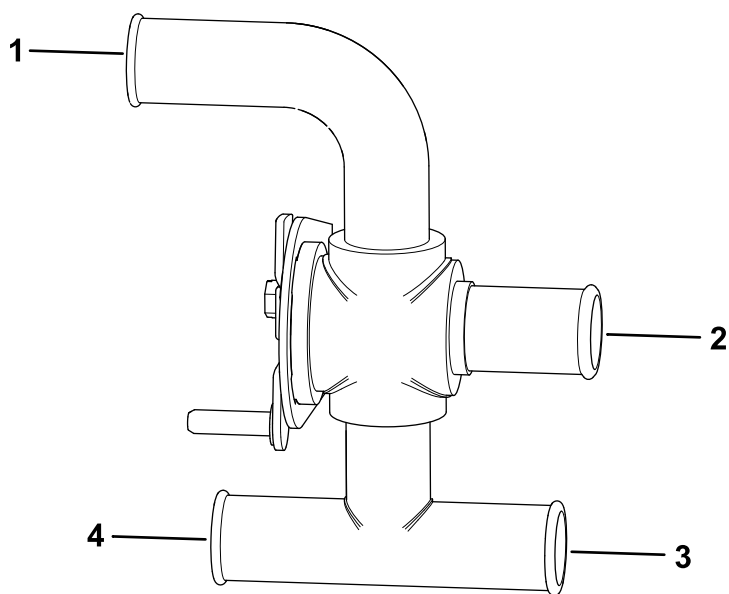
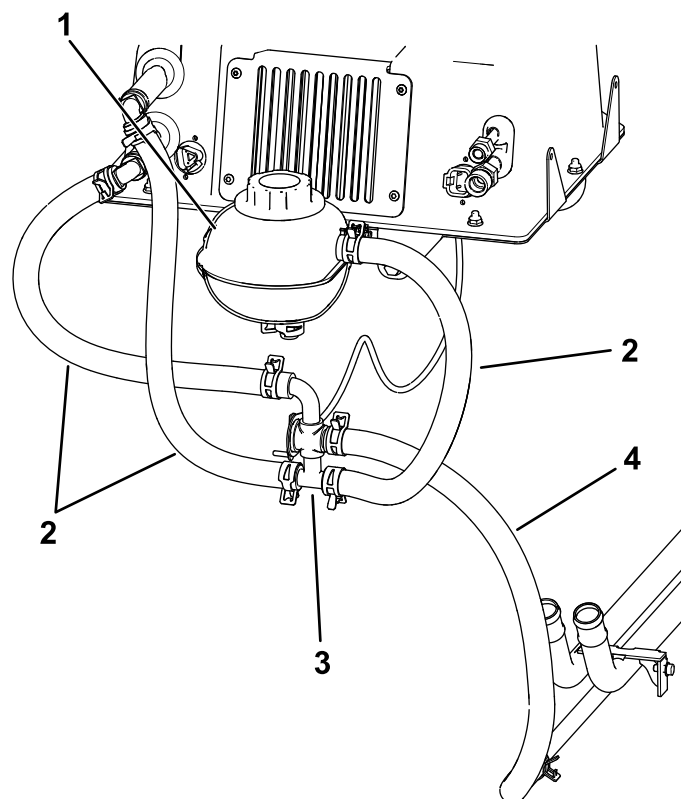

Figura 29
Figura 30
6. Ligue os dois tubos do líquido de arrefecimento que estavam instalados previamente à caixa do aquecedor às respetivas entradas da válvula da água com duas abraçadeiras de banda (Figura 30).
Nota: Se tiver instalado um arado de neve BOSS na máquina, encaminhe o tubo inferior do núcleo do aquecedor (Figura 29) à volta do solenóide do arado.
7. Ligue o tubo de derivação do termóstato encurtado previamente à válvula de água com uma abraçadeira de banda (Figura 29 e Figura 30).
8. Ligue o tubo restante à válvula de água com uma abraçadeira de banda, depois ligue a outra extremidade do tubo à entrada grande do reservatório superior com uma abraçadeira de banda (Figura 29 e Figura 30).